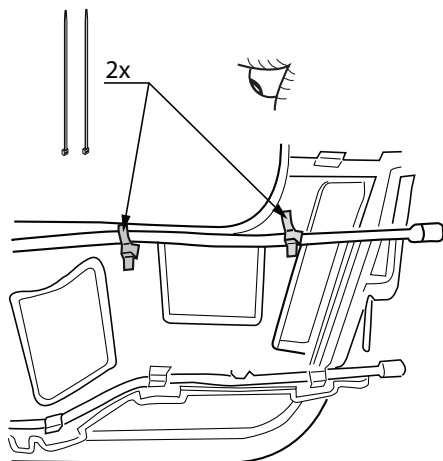

Fig. 2
11. **Внимание, если имеются:** Снять детали, указанные в рис. 2.